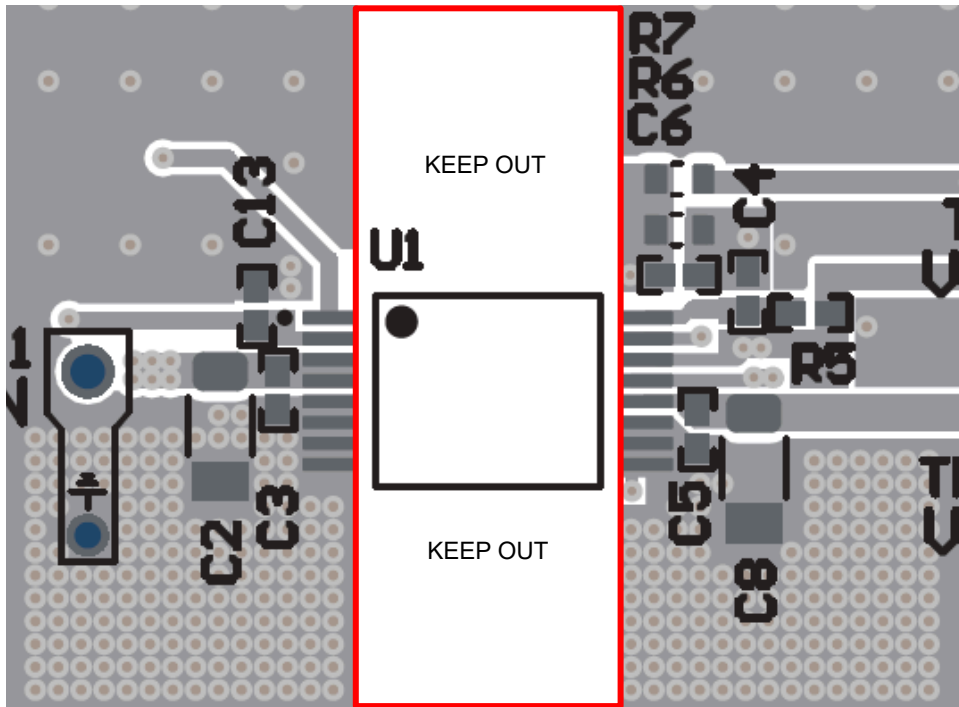

図 8-8. 絶縁禁止領域
7. 沿面距離: データシートに規定されている沿面距離、空間距離、電圧絶縁定格を完全に維持するため、UCC34141-Q1 の直下に信号パターンを配線したり、部品を配置したりしないようにします。定義された絶縁バリア全体で、空間距離を赤色でハイライトしたままにします。基本絶縁でのキープアウトの空間距離は、強化絶縁要件 (8.2mm) より 50% 短くできます。8.2mm を使用すると、追加のマーゲンが得られます。図 8-8 にレイアウトの例を示します。